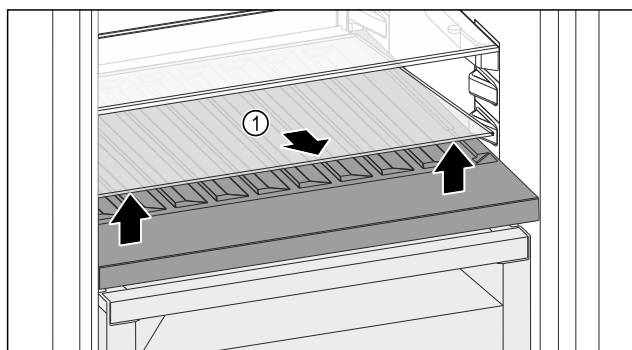

Fig. 116
- Soulever la plaque de verre Fig. 116 (1) au niveau de l'évidement avant et la retirer.
- Entreposer la plaque de verre Fig. 116 (1) dans un endroit sûr hors de l'appareil.